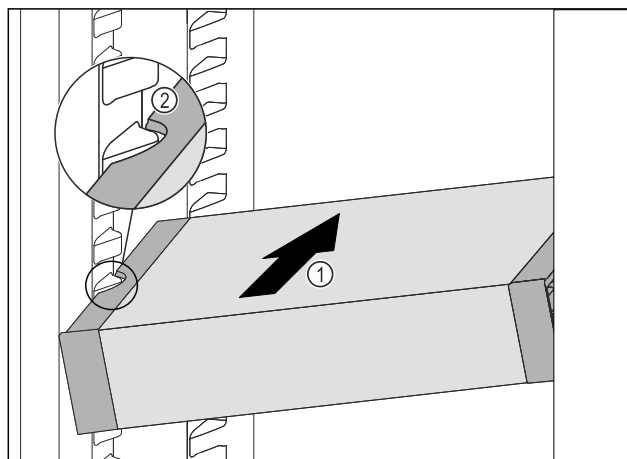

Fig. 137
- Inserire VarioSafe ad angolo nel vano frigorifero Fig. 137 (1), fino a quando le cavità laterali Fig. 137 (2) di VarioSafe non si trovano al livello della nervatura del contenitore nel vano frigorifero.